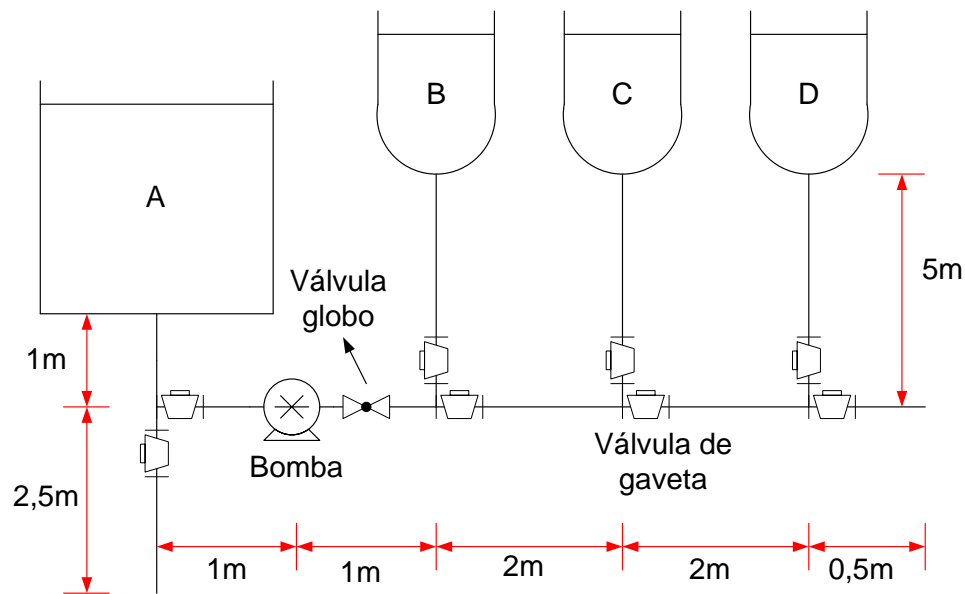

Figura 3
(3) Numa linha de processamento de um suco de 10°Brix (Figura 3), despectinizado, este é transportado de um tanque de recepção A até os tanques B, C e D para posterior tratamento. Considerando que o tempo de enchimento de cada tanque seja de 20 minutos, projete: